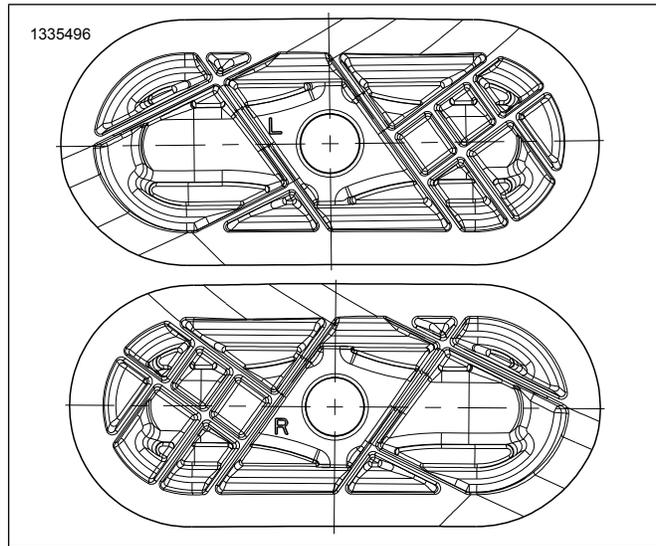

Figure 2. Marquages de repérage gauche/droite
1. Voir la figure 2. Identifier les protecteurs gauche et droite avec la lettre à l'intérieur de la pièce.